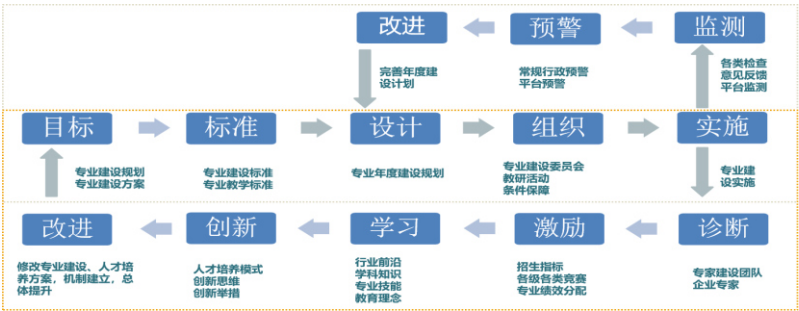

图 2 专业诊断与改进图
1. 建立专业建设和教学质量诊断与改进机制，如图 2 所示，健全专业教学质量监控管理制度，完善课堂教学、教学评价、实习实训、毕业设计以及专业调研、人才培养方案更新、资源建设等方面质量标准建设，通过教学实施、过程监控、质量评价和持续改进，达成人才培养规格。